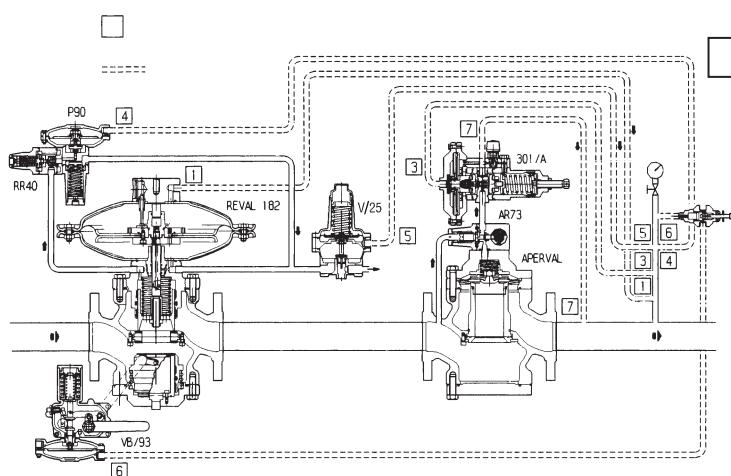

Fig. 12
- regolatore REVAL 182 (fig. 12);
- *REVAL 182 regulator (fig. 12);*
- REVAL 182 (Abb. 12);
- un détendeur REVAL 182 (Fig. 12);
- regulador REVAL 182 (fig. 12);